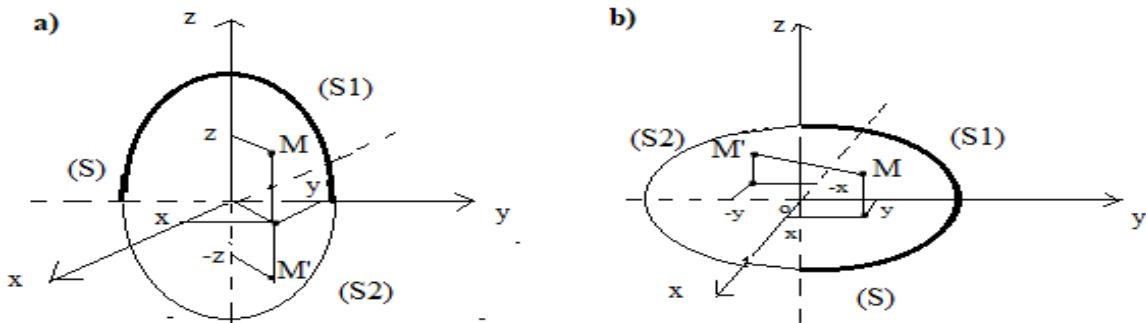

Figure III.17
- **(O, x, y) un plan de symétrie :** Soit un solide (S) appartenant au repère R (O, x, y, z), ou la répartition de masse de (S) en haut(S1) par rapport au plan (O, x, y) est la même répartition en bas de ce plan (S2) voir Figure III.17.a
- **(Oz) un axe de symétrie :** Soit un solide (S) appartenant au repère R (O, x, y, z), M (x, y, z) est un point de ce solide (S) dont son image par rapport à l'axe (Oz) est M'(-x, -y, z), voir Figure III.17.b